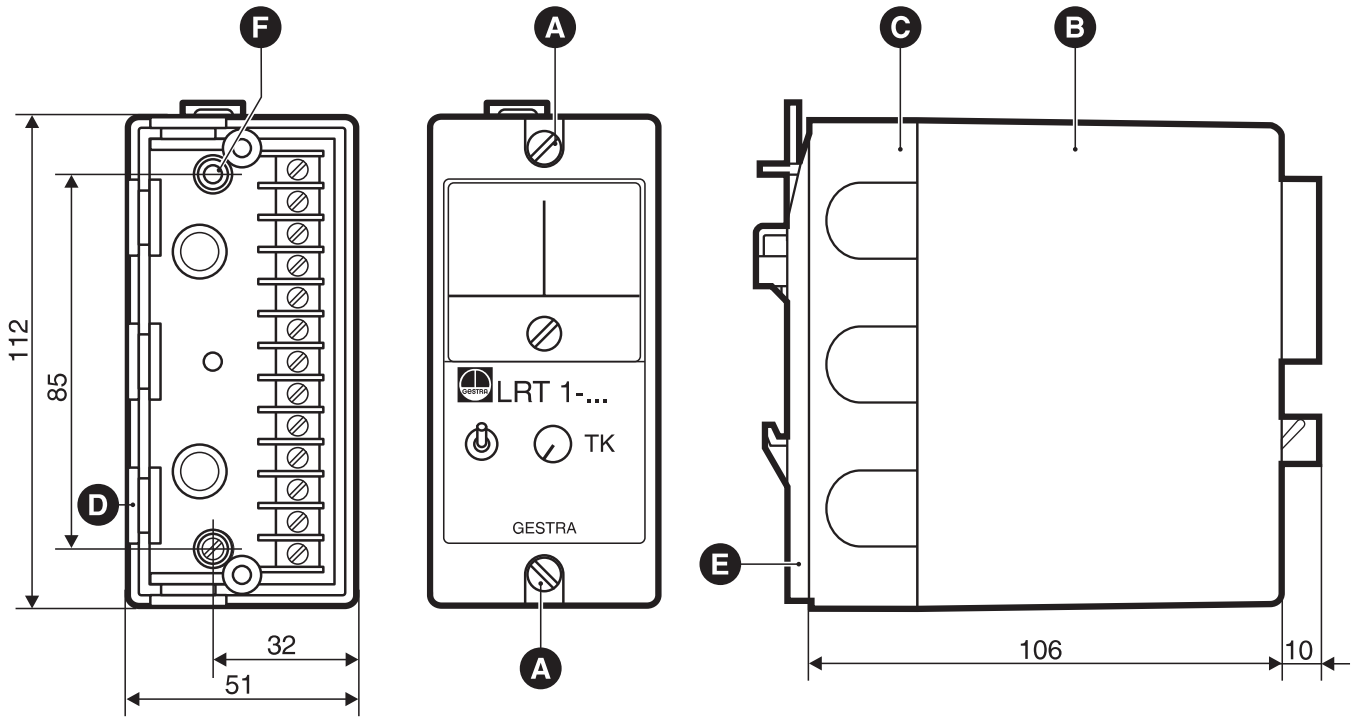

Fig. 1
Siehe Fig. 1.
### Bauform „b“ (Fig. 1)
1. Kabeldurchführung **D** wählen und entsprechenden Verschluß durchstoßen (Fig. 1).